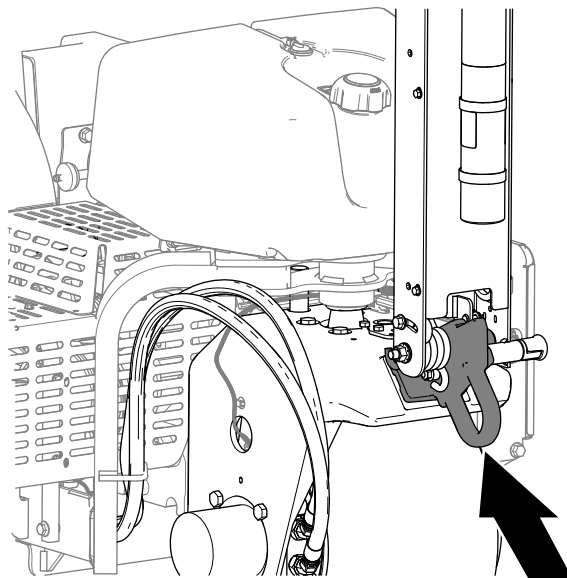

Figure 128
6. Si vous remorquez la machine, utilisez l'anneau d'attache avant pour la tracter (Figure 128).